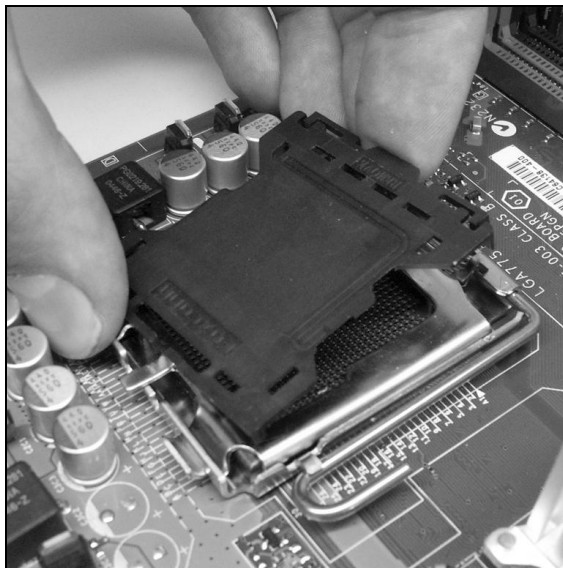

Рис. 12.9. Снятие защитной крышки с разъема LGA
Прежде чем устанавливать процессор, необходимо снять защитную крышечку с разъема на материнской плате (рис. 12.9). Она предохраняет хрупкие контакты от повреждений и грязи во время транспортировки и крепится двумя или четырьмя небольшими защелками.
- ❑ Снимать защитную крышку вертикально НЕ рекомендуется, поскольку для этого требуется большее усилие, и это может привести к повреждению контактов разъема (см. рис. 12.9).